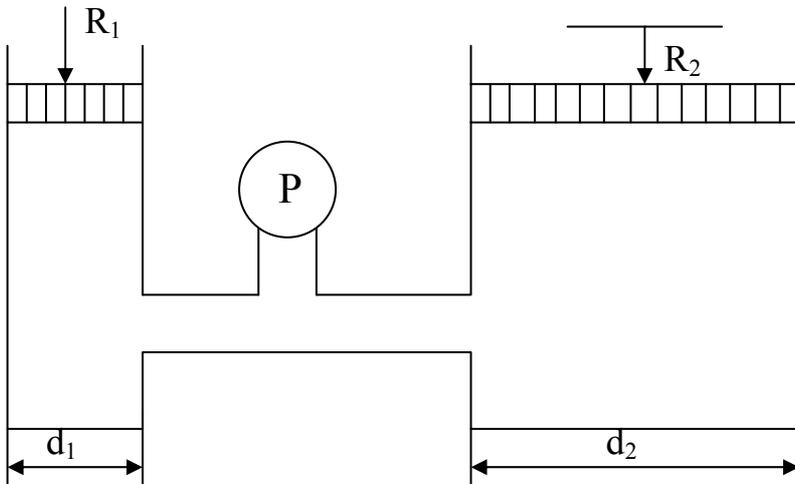

Рис.1. Гидропресс.
I. Имеется гидропресс (см. рис.1) с цилиндрами диаметрами d_1 и d_2 . При равновесии на поршни действуют силы R_1 и R_2 . Найдите давление P и неизвестную величину для своего варианта.
X. Найдите массовый расход и неизвестную величину для переходника (рис. 1а), если плотность жидкости $\rho = (800+30 \cdot N_B)$ кг/м³. Остальные необходимые данные приведены в таблице 1.